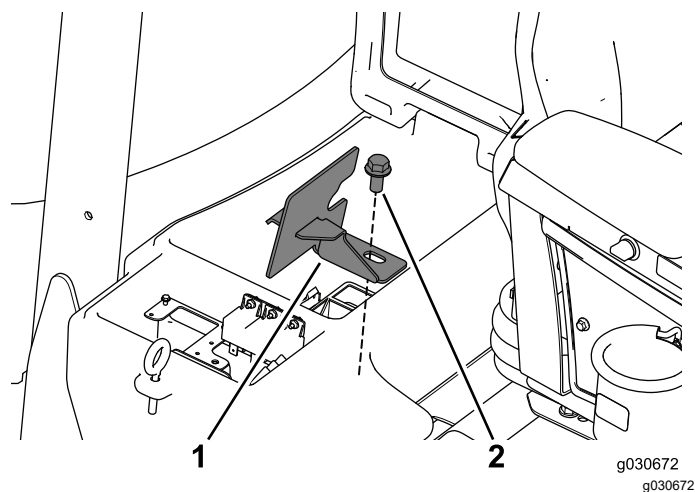

図 6
5. バッテリーコンパートメントを固定しているボルトとクランプを外して保管する 図 6。